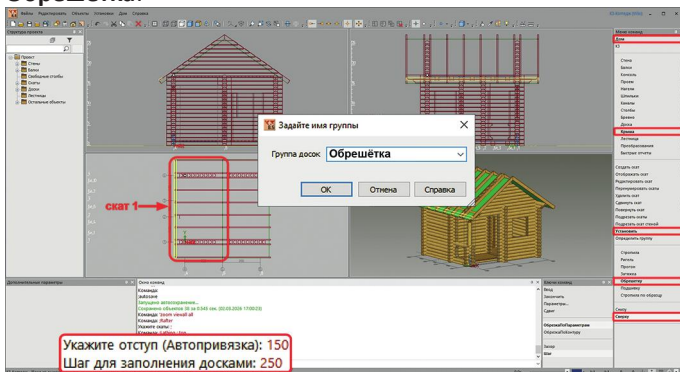

рис. 78
1. На вспомогательной панели выберите команду **Дом/Крыша/Установить/Обрешетку/Сверху**. Затем укажите **скат 1** (см. рис. 78) и в окне команд задайте: